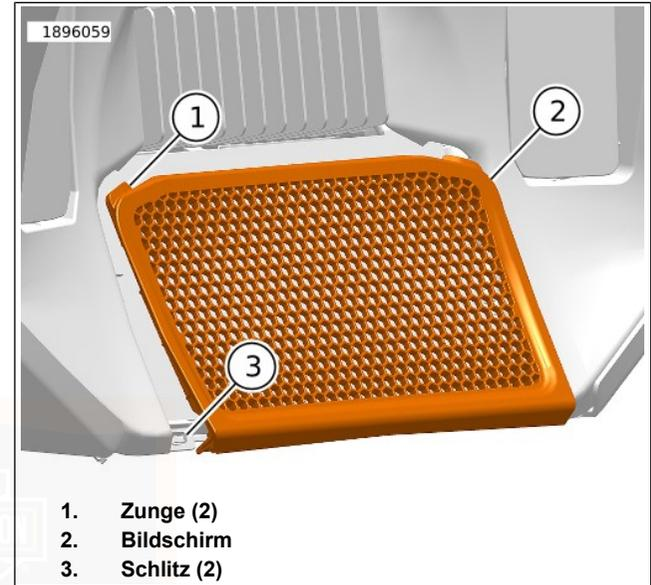

Abbildung 106. Kühlergrill
- a. Von der Rückseite der unteren Verkleidung auf die Laschen (2) drücken, um den Kühlergrill (1) zu lösen.
3. Siehe Abbildung 106. Den Kühlergrill einbauen.